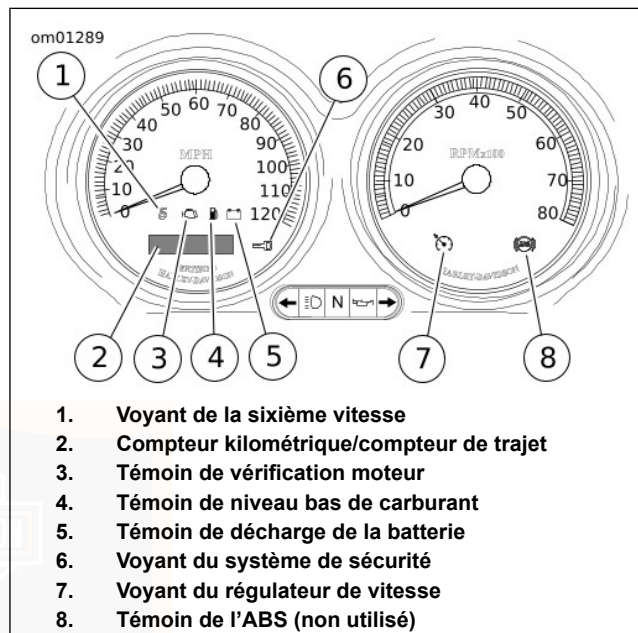

Figure 7. Indicateurs lumineux : Modèles Tri Glide
Voir Figure 7. L'indicateur de vitesse enregistre les milles par heure de vitesse en marche avant. L'indicateur de vitesse dispose d'un écran d'affichage unique pour les fonctions ci-dessous :
1. Voir Figure 7. En appuyant sur le commutateur de fonction avec l'interrupteur d'allumage dans une position quelconque, on active la lecture du compteur kilométrique. Les kilomètres peuvent être vérifiés sans qu'il soit nécessaire de déverrouiller l'interrupteur d'allumage. Enfoncer et relâcher le commutateur de fonction une fois pour voir le compteur kilométrique.
Voir Figure 7. Le témoin de vérification moteur se situe près du côté inférieur gauche de la face de l'indicateur de vitesse. Son but est d'indiquer si le moteur/le système de gestion du moteur fonctionne correctement. Le témoin de moteur est de couleur ambre.
Voir Figure 7. Le témoin de niveau bas de carburant est situé sur la face de l'indicateur de vitesse, au-dessous du centre près du témoin de vérification moteur. Le témoin de niveau bas de carburant s'allume lorsqu'il reste environ 3,8 L (1.0 USgal) d'essence dans le réservoir. Le témoin de niveau bas de carburant est de couleur ambre.
Voir Figure 7. Le témoin rouge de charge de la batterie indique la charge excessive ou insuffisante de la batterie. Voir MAINTENANCE ET LUBRIFICATION > BATTERIE : GÉNÉRALITÉS (Page 175).
Voir Figure 7. Un voyant vert sur la face du compte-tours indique que le régulateur de vitesse est ACTIVÉ ou ne l'est PAS. Un voyant orange sur le commutateur de régulateur de vitesse indique que le régulateur de vitesse est en position MARCHE ou ARRÊT. Voir COMMANDES ET INDICATEURS > FONCTIONNEMENT DU RÉGULATEUR DE VITESSE (Page 47).
Voir Figure 7. Le voyant ambre de la sixième vitesse sur la face de l'indicateur de vitesse s'allume lorsqu'on passe en sixième.
Voir Figure 7. Le voyant rouge de sécurité sur la face de l'indicateur de vitesse indique que le système de sécurité est activé. Voir MODULE DE SÉCURITÉ À MAINS LIBRES > SYSTÈME DE SÉCURITÉ SMART DE HARLEY-DAVIDSON (Page 111).
1. Voir Figure 7. Mettre le commutateur de régulateur de vitesse à la position MARCHE. L'icône orange située sur le devant de la jauge du régulateur de vitesse constante s'allumera une fois activée.